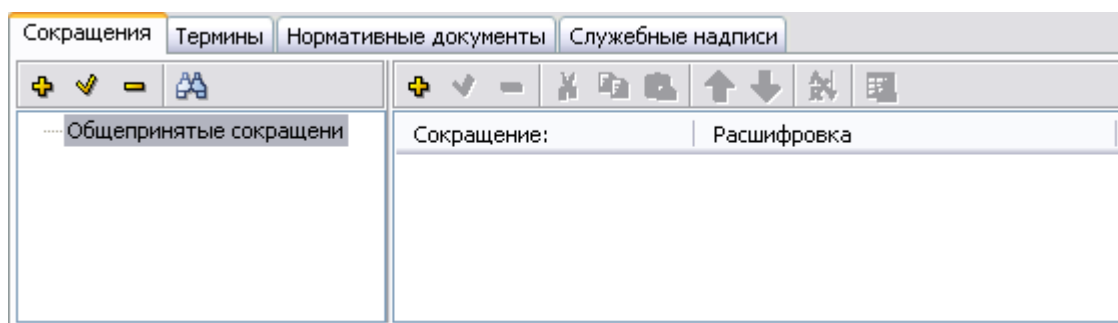

Рис. 7.3
4. Нажмите на кнопку . При этом в левом окне редактора появится название словаря (Рис. 7.3).